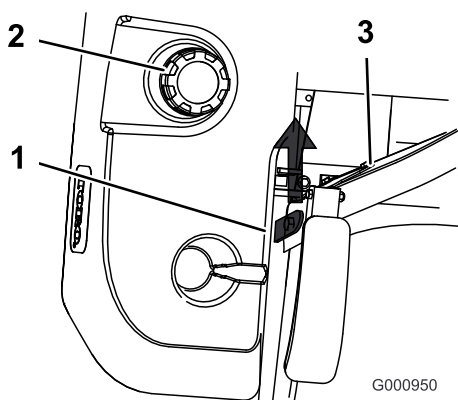

Figura 13
3. Levante el asiento (**Figura 13**).